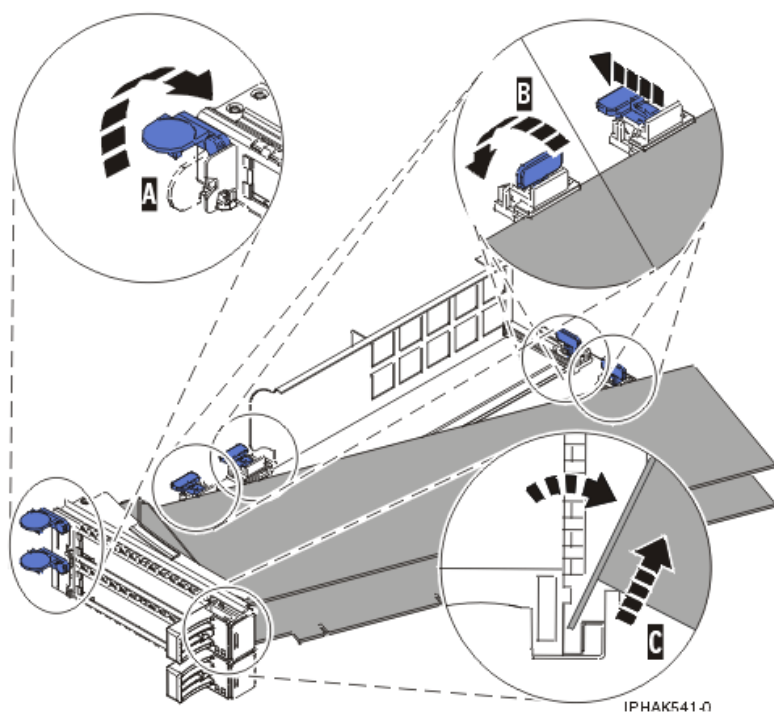
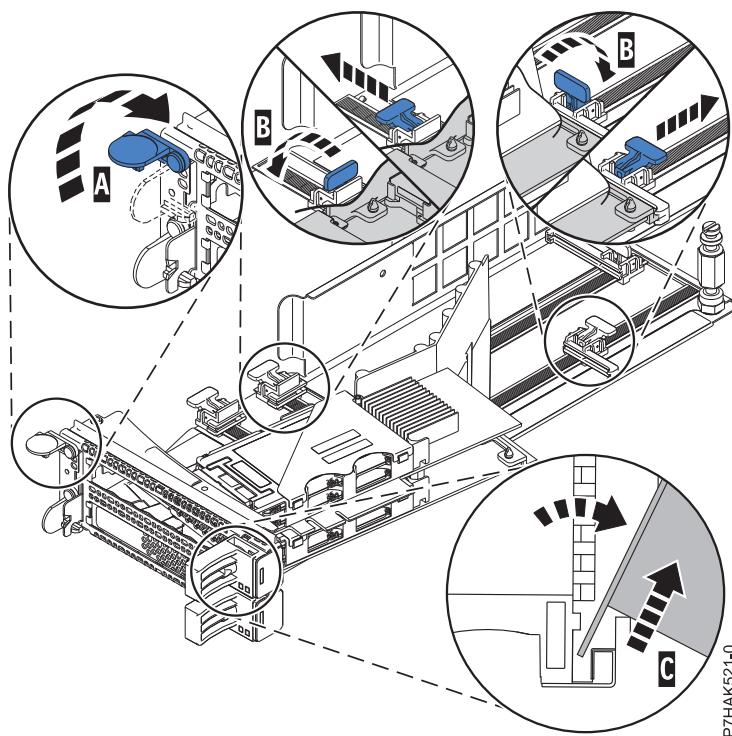

図 150. PCI アダプター・カセットから取り外されたアダプター
図 151. PCI アダプター・カセットから取り外された PCIe RAID および SSD SAS アダプター
- d. ピボット・ピン (C) を回して外し、安全な場所に置く。
- a. 保持クリップ (A) を水平位置まで回転して、アダプター保持具 (B) をアンロックする。 185 ページの図 150 を参照してください。 PCIe RAID および SSD SAS アダプターを取り外す場合は、185 ページの図 151 を参照してください。